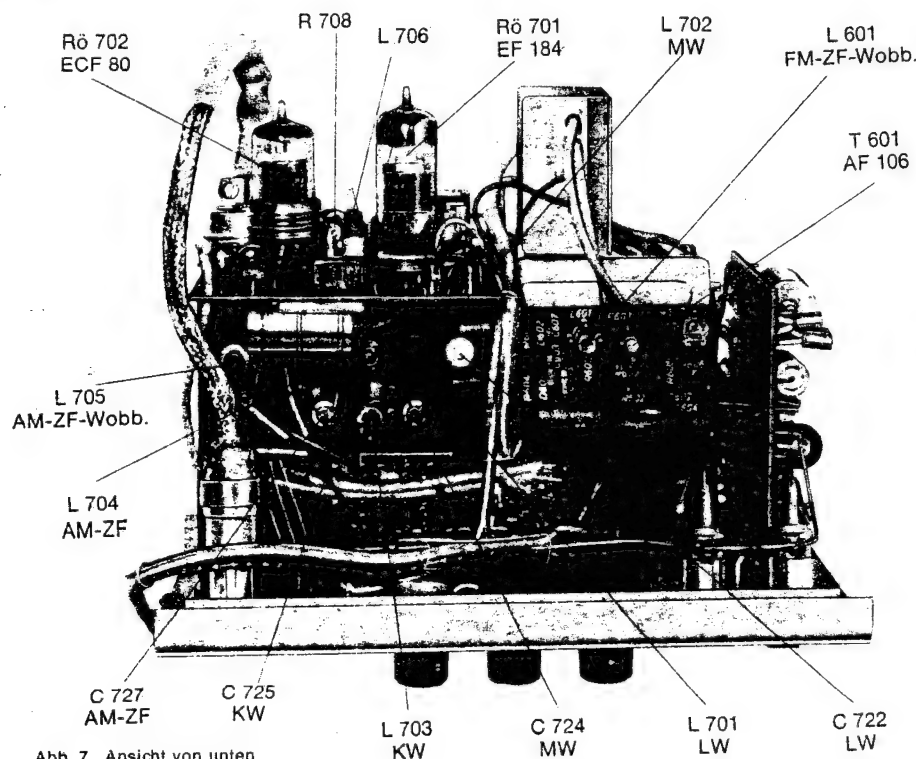

Abb. 7 Ansicht von unten
Die Tasten ZF (FM-Rdtk.) (13) und FM Mod. (8) drücken und den Hubregler im AM-Teil (15) auf Linksanschlag drehen. Die Spannung am oberen Ende von R 422 beträgt ca. 3,4 Vss 1 kHz. Sie muß um ca. 10 % abfallen, wenn der Hubregler (15) herausfedernd auf Rechtsanschlag gedreht wird (einstellbar mit Regler R 708 siehe Abb. 7).
Sollte die Frequenzunsicherheit der Sender  $\pm 1\%$  übersteigen, so ist eine Korrektur durch wechselseitiges Nachgleichen auf folgende Frequenzen möglich. Die Lage der Abgleichselemente ist den Abb. 7 und 8 zu entnehmen.